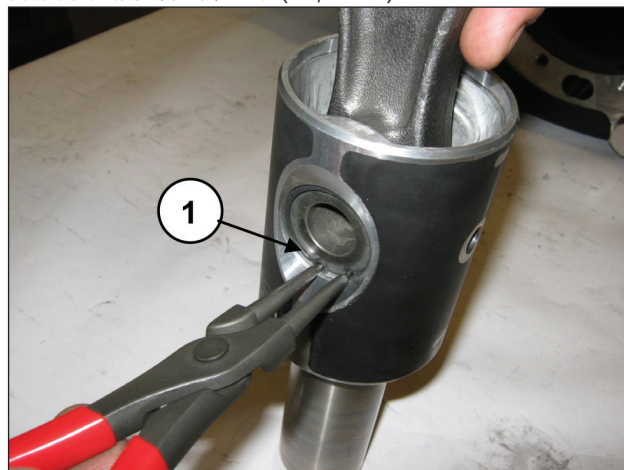

图 39
拆除两个销子锁定开口环 (①, 图 39)。
将连杆插入柱塞导承 (①, 图 41)，接着插入销子 (①, 图 40)。安装两个肩部开口环(①, 图 39)。